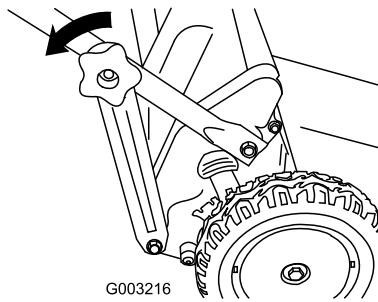

Figure 40
1. Retirez les boutons de la partie inférieure du guidon (Figure 40).
2. Détachez les supports aux deux extrémités de la partie inférieure du guidon (Figure 40).